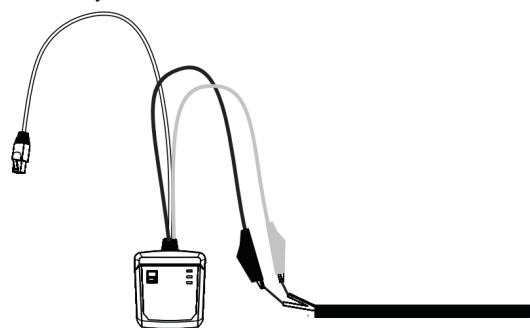

Рис. 5. Тест на целостность цепи
9. Тест на целостность цепи (см. рисунок 5)